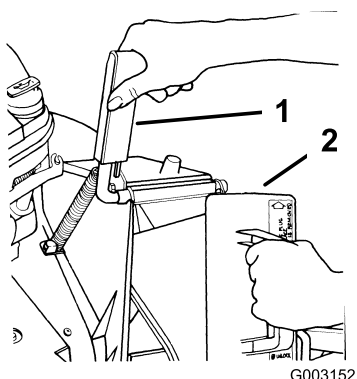

Figura 6
- Abra la puerta de descarga tirando del tirador hacia adelante y desplazando la puerta hacia atrás (Figura 6). Mientras inserta el tapón, sujete el tirador de la puerta para evitar que el muelle cierre la puerta.
- Puesto que el tapón es algo más ancho que la abertura del conducto de descarga, gire el tapón ligeramente en el sentido de las agujas del reloj al insertarlo (Figura 6).